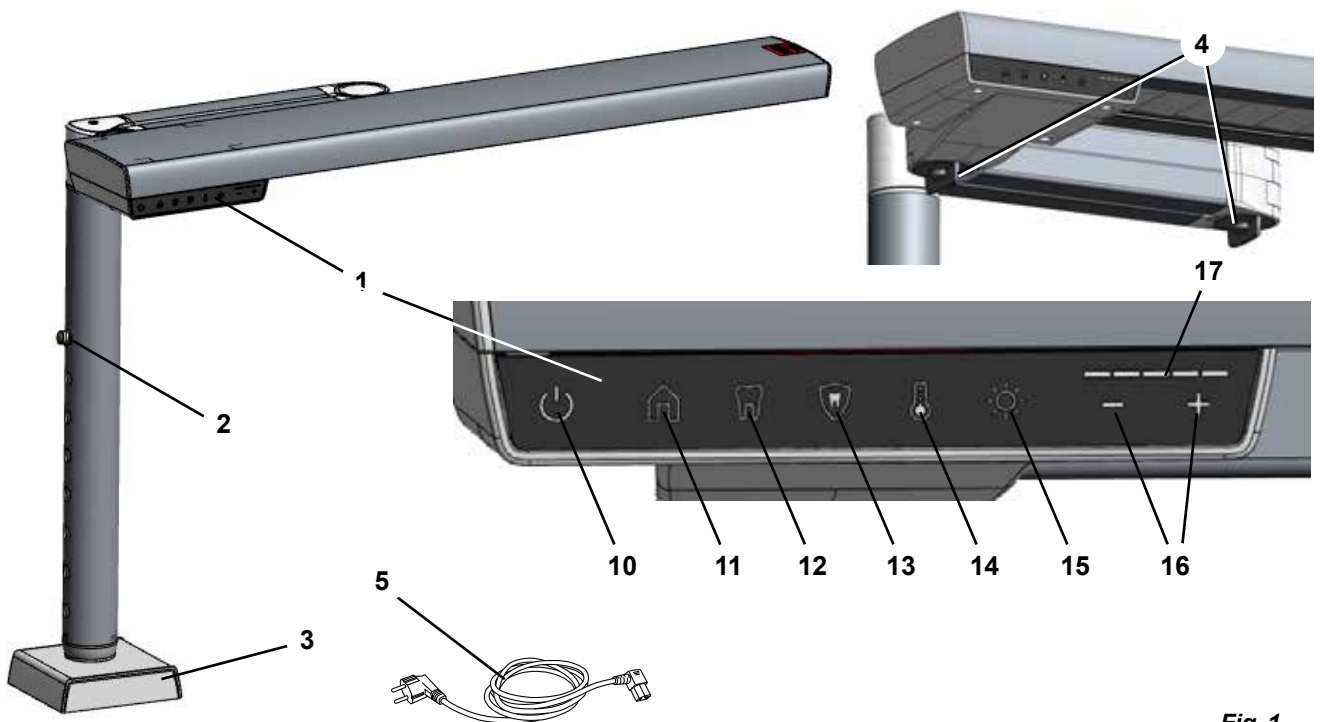

Fig. 1
⇒ Presione el bloqueo de ajuste de altura (2, fig. 1) y extraiga el tubo interior en el zócalo hasta la posición máxima.
i Para determinar la ubicación de montaje adecuada, afloje el bloqueo de la articulación (4, Fig. 1) y compruebe que puede mover la lámpara del lugar de trabajo a la posición óptima descrita anteriormente (capítulo 4.2.1).
- ◆ Se ilumina la tecla Luminosidad (15, fig. 1).
- ◆ El valor de luminosidad actual se muestra en el indicador Intensidad (17, fig. 1).